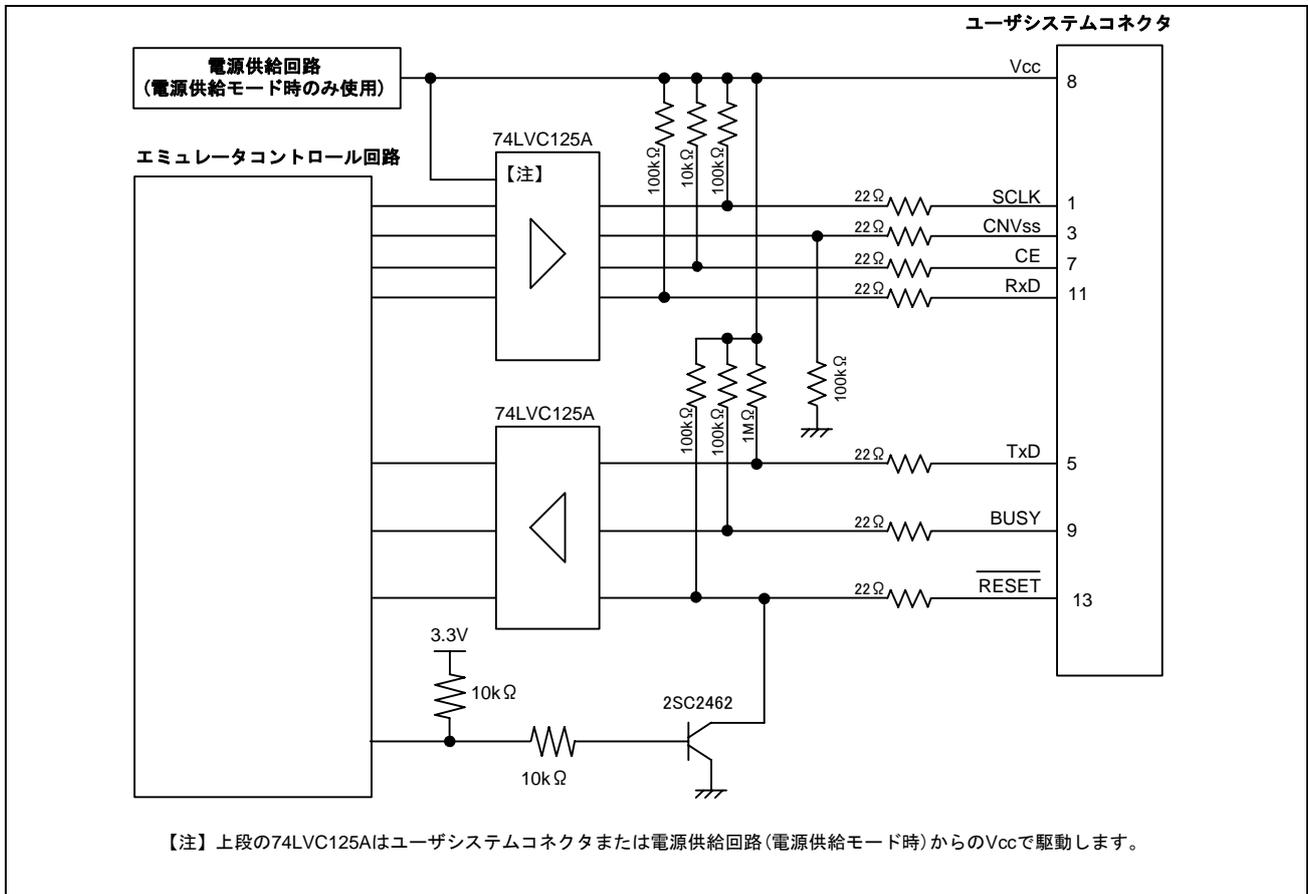

図 5.6 E8 エミュレータ内インタフェース回路 (参考)
E8エミュレータ動作中にP64はHiz状態になることがあります。そのため、抵抗値に関しては、E8エミュレータ内部抵抗(図5.6)との分圧により、中間電位にならない値で端子処理をしてください。
E8エミュレータ動作中にP15はHiz状態になることがあります。そのため、抵抗値に関しては、E8エミュレータ内部抵抗(図5.6)との分圧により、中間電位にならない値で端子処理をしてください。
8. 図5.6にE8エミュレータ内インタフェース回路を示します。プルアップ抵抗の値などを決定するときに参考にしてください。